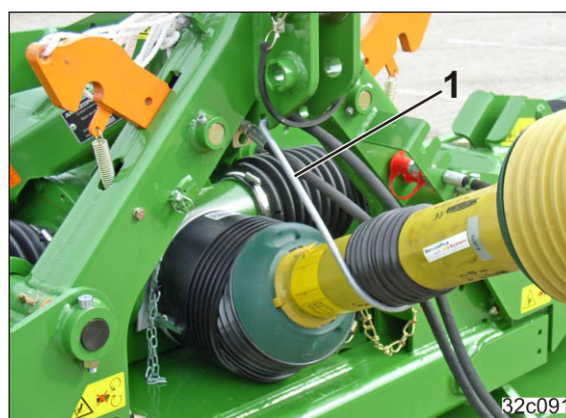

Рис. 72
9. Подвесьте карданный вал на скобу (Рис. 72/1).